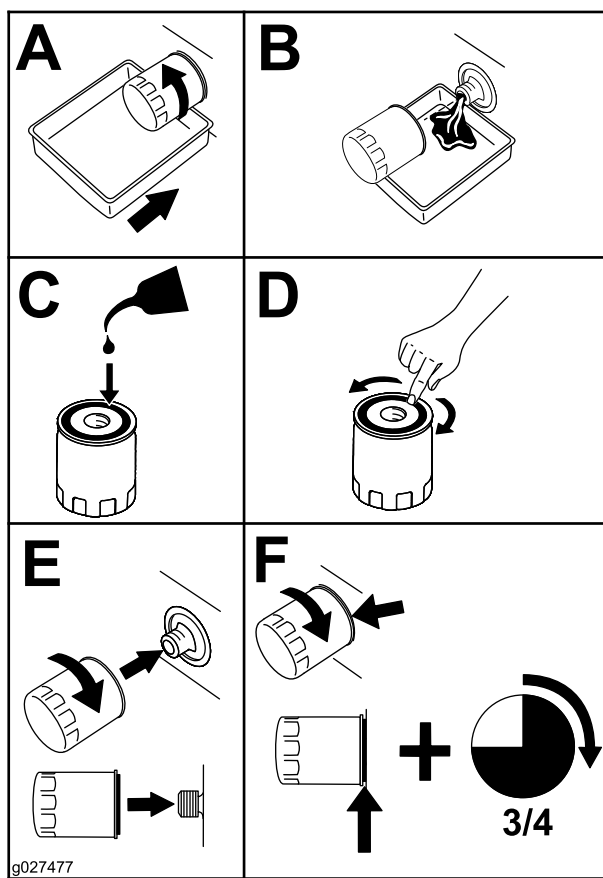

Figura 36
2. Cambie el filtro de aceite del motor (Figura 36).